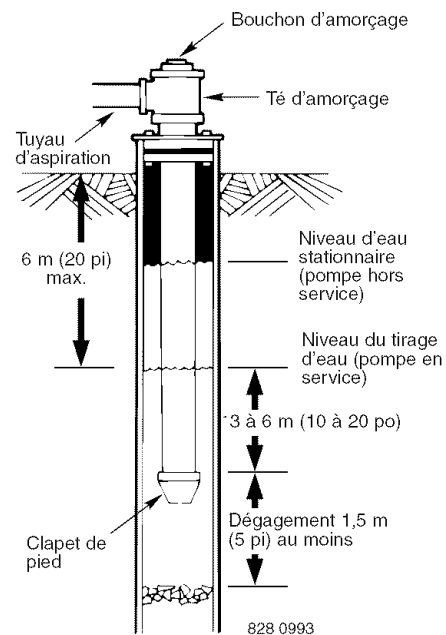

Figure 1: Installation de puits cuvelé/creusé
- 5 ° Avec un clapet de pied, il est conseillé d'utiliser pour l'amorçage une connexion en té et un bouchon. (Figure 1)
REMARQUE : Pour les longs chemins de câblage à l'horizontale, monter une connexion d'amorçage en té entre le clapet de retenue et la tête du puits (Figure 1). Pour les installations par points de puisage menés, installer un clapet de retenue sur la tuyauterie. Vérifier si la flèche indiquant le flux du débit sur le clapet de retenue est orientée **en direction** de la pompe.